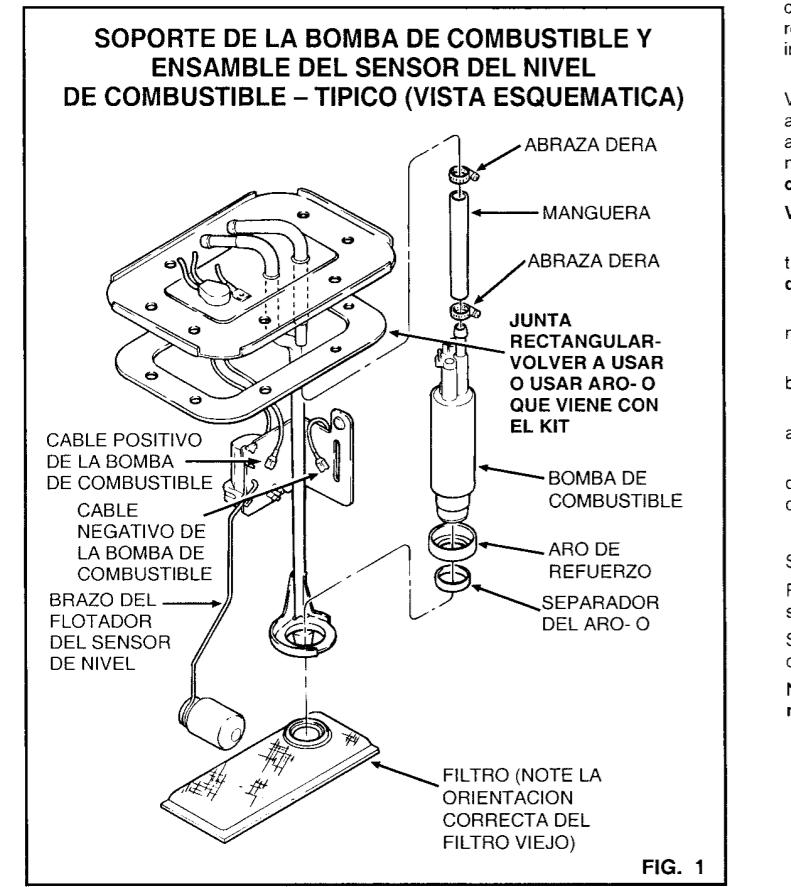

FIG. 1
1) Introduzca la entrada de la bomba nueva dentro del aro de refuerzo de goma que se provee con el kit de instalación. Luego desplace el aro-'O' separador, que también viene con el kit, sobre la entrada de la bomba, (Ver Fig. 1).
Instale el filtro en la bomba. Tome nota que la oreja de orientación sobre el soporte debe de estar dobrada hacia atrás. El filtro nuevo debe de guardar la misma orientación que el filtro viejo para evitar que se obstruya el brazo del flotador del sensor de nivel, lo cual podría resultar en una indicación errónea del nivel de combustible. (Ver Fig. 1). Asegúrese que el filtro esté bien asentado sobre la bomba y que no se caerá. Sin un filtro adecuado, se puede dañar la bomba. Si no se usa el filtro nuevo que viene con el kit se invalida la garantía de la bomba.
Instale el soporte de la bomba en el tanque, usando el nuevo aro-'O' del tanque para soportes con la parte superior redonda, o vuelva a usar la junta rectangular para los soportes con la parte superior de forma rectangular, (Ver Fig. 1).